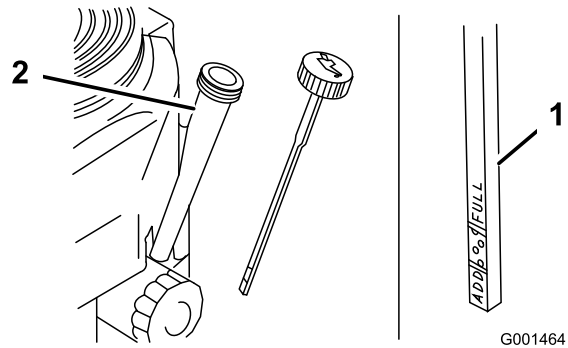

Figura 28
5. Desenrosque la varilla de aceite y limpie el extremo (Figura 28).
6. Deslice la varilla a fondo en el tubo de llenado, pero no la enrosque en el tubo (Figura 28).
4. Limpie alrededor de la varilla de aceite (Figura 28) para impedir que caiga suciedad por el orificio de llenado y cause daños en el motor.
- Vierta lentamente un 80% aproximadamente de la cantidad especificada de aceite por el tubo de llenado (Figura 28).